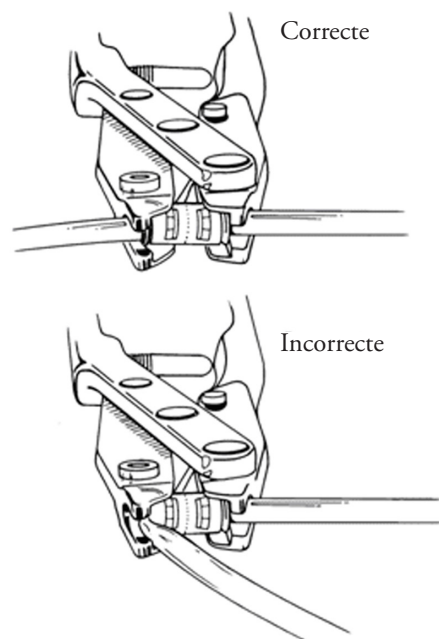

Figure 4-34. Fermeture de la pince
7. Serrer les poignées de l'instrument jusqu'à ce que l'embout de fermeture entre en contact avec la poignée opposée. (**Figure 4-34**)